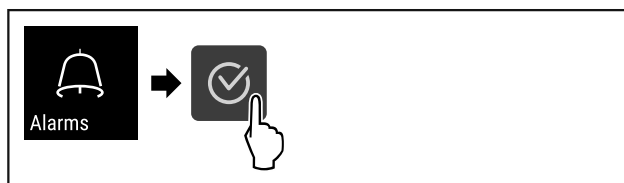

Fig. 107
- ▶ Wykonać czynności (patrz Fig. 107).